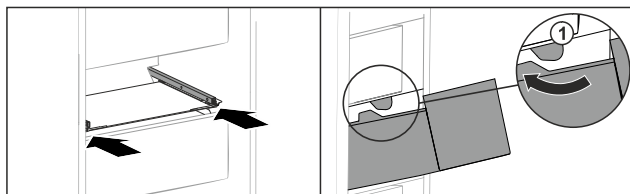

Fig. 208
- ▶ Vedte zásuvku podél zarážek Fig. 208 (1).